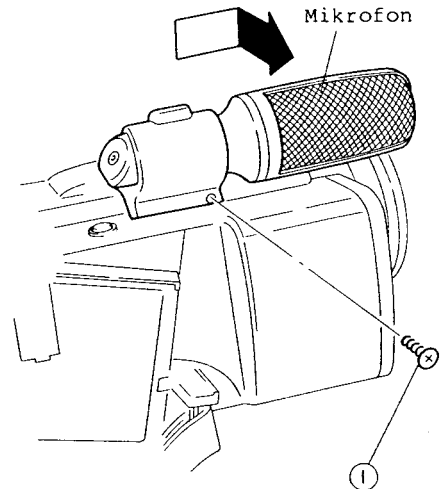

Abb. 2-6
1. Eine (1) Befestigungsschraube des Mikrofons entfernen und das Mikrophon in Pfeilrichtung abnehmen (siehe Abb. 2-6).
4. Das Mikrophon ausbauen (siehe Abb. 2-6, 2-7).
4. Das Mikrofon ausbauen (siehe Abb. 2-6, 2-7).
5. Das Mikrofon ausbauen (siehe Abb. 2-6, 2-7).